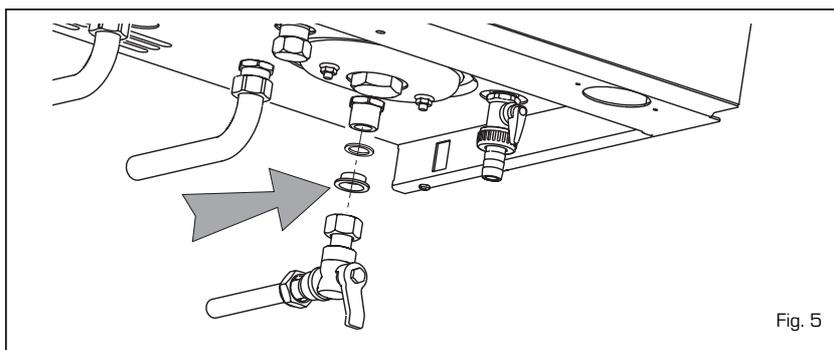

Fig. 5
2.2.2 Regolatore di portata (fig. 5)